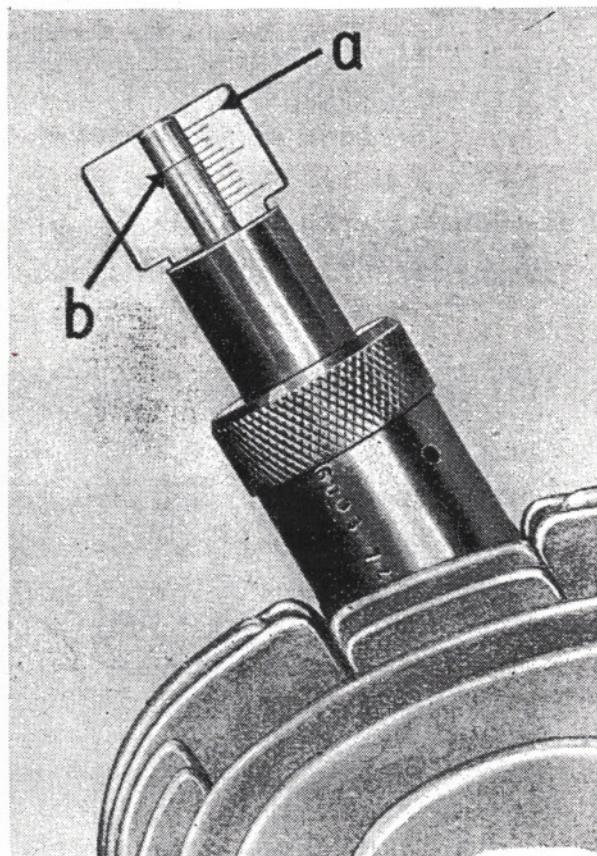

Abb. 64 Zündung mit der Zündeinsteilehre einstellen (Schleppschieber)
3. Durch Drehen der Schwungscheibe den o. T. ermitteln. Bei Verwendung des Schleppschiebers wird der o. T. durch diesen festgehalten. (Abb. 64.)
4. Schwungscheibe langsam so weit nach links drehen, bis der Kolben 2,6 bis 2,8 mm v. o. T. steht. Die Stellung des Kolbens kann ebenfalls an der Zündeinsteilehre (Schleppschieber) abgelesen werden. (Siehe Abb. 64.)